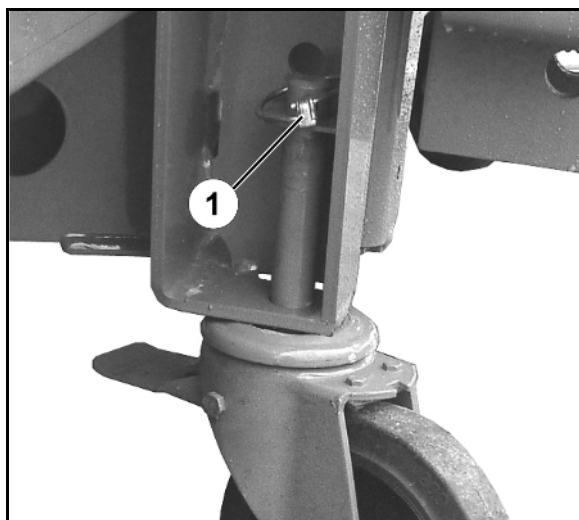

Fig. 38
5. Styrbare bremseruller (Fig. 38) for
- o Monter, og foretag sikring med split (Fig. 38/1),